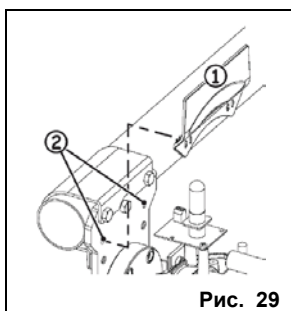

Рис. 29
- Закрывать планку крепления стрелы задней крышкой (рис. 29, поз. 1) и закрепить при помощи двух винтов (рис. 29, поз. 2).